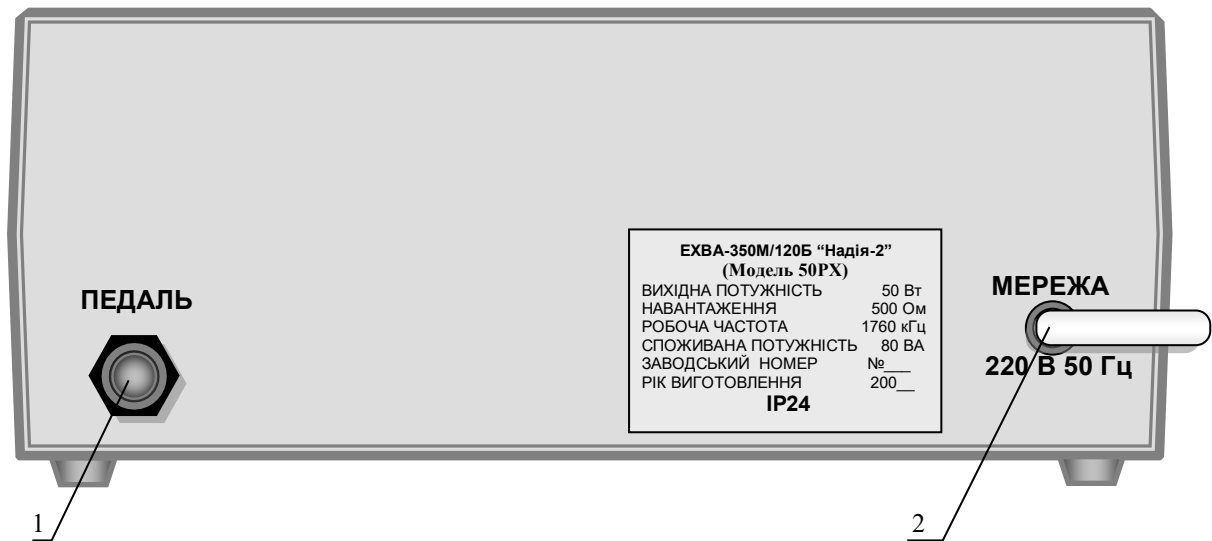

Рис.2 Задня панель електронного блоку.
- тумблер-індикатор “МЕРЕЖА” (1) включення апарату;
- ручка (2) регулювання вихідної потужності;
- сигнальний індикатор (3) синього кольору, включення ВЧ-генератора;
- тумблер (4) переключення режимів роботи апарата: різання (РІЗ) або коагуляція (КОАГ);
- роз’єм “ПАС” (5) для підключення кабелю пасивного електрода;
- роз’єм “АКТ 1” (6) - для підключення кабелю з утримувачем активних електродів (утримувача голок для епіляції);
- роз’єм “АКТ 2” (7) - для підключення кабелю з утримувачем активних електродів;
- роз’єми “АКТ 1” (6) і “ПАС” (5) - призначені для підключення електродоутримувача біполярного пінцета.
З боку задньої панелі електронного блоку (рис.2) виведені: роз'єм "ПЕДАЛЬ" (1) - для підключення ножної педалі, кабель (2) живлення апарату для підключення його в мережу 220 В, 50 Гц.